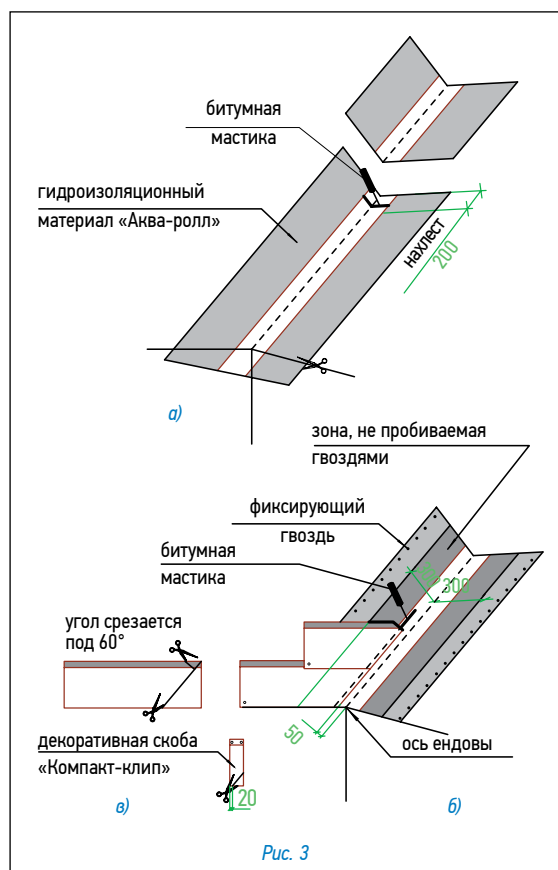

Рис. 3
Ендова (рис. 3)
- ровно по центру ендовы расстилается специальный рулонный материал «Аква-ролл», фиксируется в верхней части двумя гвоздями и обрезается в нижней части по линии карниза (рис. 3а);
2. «Аква-ролл» укладывается с нахлестом 20 см, место нахлеста тщательно обрабатывается битумной мастикой (рис. 3а).
- непосредственно перед укладкой в ендову черепицы, защитная пленка с лицевой стороны «Аква-ролл» снимается и на самоклеящуюся поверхность укладываются листы черепицы, обрезанные в соответствии с заранее отбитыми линиями (рис. 3б);
Внимание: 1. Необходимо также подрезать верхний уголок обрезанного края листа (см. рис. 3а) для правильного стока воды.
2. Крепление обрезанного листа к медной части «Аква-ролл» осуществляется при помощи сплошной полосы битумной мастики (рис. 3б).
4. В случае, если скоба «Компакт-клип» приходится на место обреза листа, можно либо обрезать накладку, оставив минимум 2 см в нижней части (рис. 3в), либо произвести укладку листов без использования накладки.